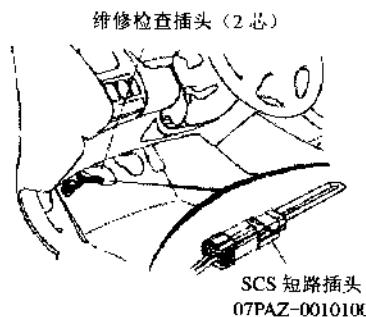

图 8.11 连接诊断插头
- ① 将 SCS 专用短路插头(07PAZ-0010100)连接到位于驾驶座席侧脚踏板后的维修检查插头(2芯)上, 如图 8.11 所示。